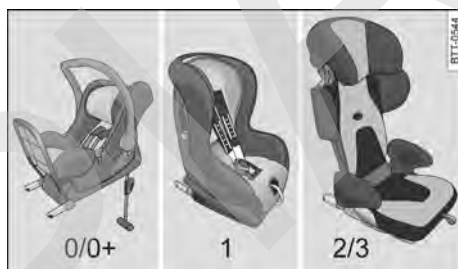

Fig. 54 Representación de algunos asientos para niños.
- **Grupo de peso 0/0+:** Desde el nacimiento hasta aprox. los 18 meses de edad lo más apropiado es utilizar las sillas portabebés orientadas en el sentido contrario al de la marcha → fig. 54 del grupo 0/0+ o 0/1.